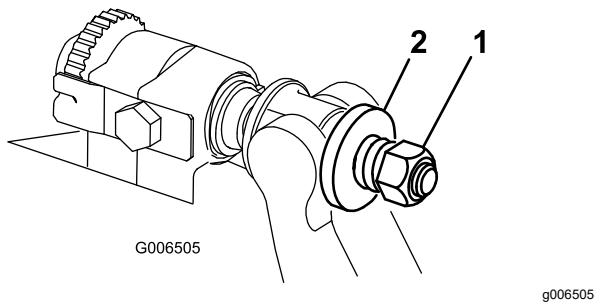

Figura 33
6. Apriete la tuerca de tensado del muelle hasta que el muelle esté comprimido del todo, luego aflojela $\frac{1}{2}$ vuelta (Figura 33).